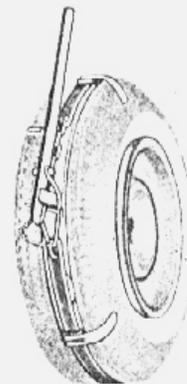

fig. 3 — cinta de montagem para pneu sem câmara
4. Fixar o talão contra o aro colocando uma cinta (fig. 3). Se não possuir a cinta, amarrar um torquique de corda resistente em torno do pneu e apertá-lo por meio de uma das alavancas de desmontagem. Centrar o pneu na roda com uma marta de borracha.